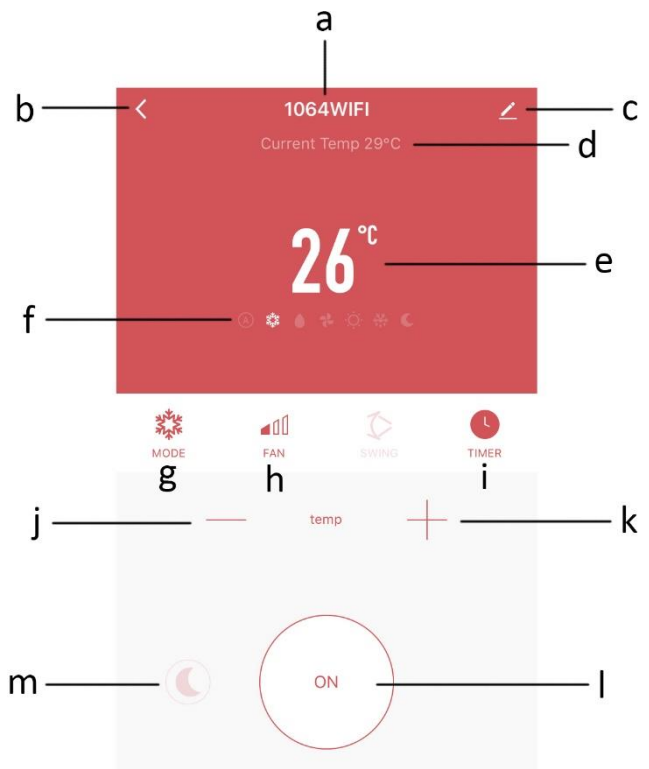

bild 4
7. Nu kan luftkonditioneringen hanteras i gränssnittet nedan (bild 4). Tryck på motsvarande knapp för att ställa in apparaten. I läget och fläkthastighetsvalet kommer du att se samma alternativ som på apparatens kontrollpanel. Emellertid är maximala inställningen för timern 23 timmar, inte 24 timmar som på kontrollpanelen. Notera att svängningsfunktionen inte är tillgänglig på apparaten.